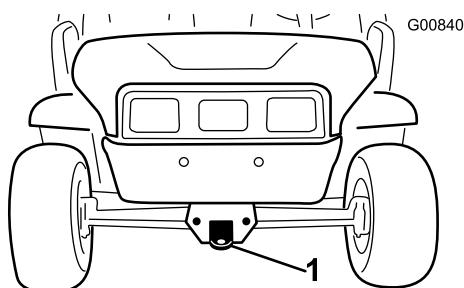
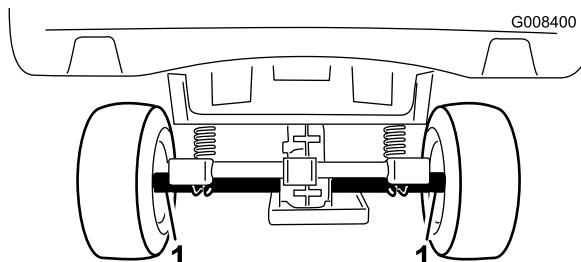

図 21
図 22
長距離を運ぶ場合にはトレーラを使用してください。必ず確実に固定して輸送してください。ロープ掛けのポイントについては図 21 と図 22 を参照してください。
2. 機体前部にある牽引トングにロープなどの牽引索を取り付ける図 21。